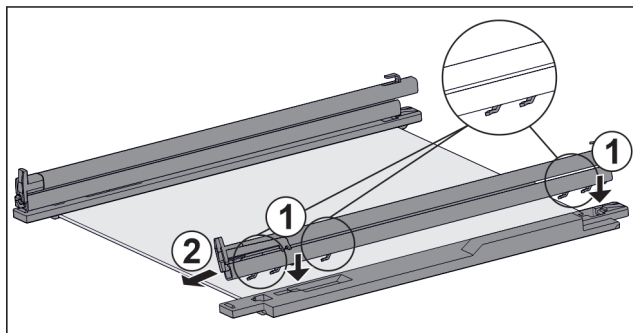

Fig. 132 Glasplatte mit Schienen und Halteteilen
- Haken der Schiene auf die Öffnungen des **linken** Halteteils setzen. Fig. 132 (1)
- Schiene nach vorne ziehen. Fig. 132 (2)
- Haken der Schiene auf die Öffnungen des **rechten** Halteteils setzen. Fig. 132 (1)